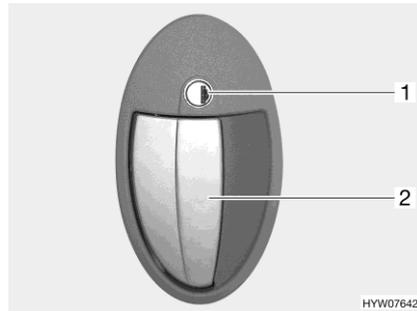

Bild 34 Tüschloss (Wohnraamtür außen)
- Schlüssel in Schließzylinder (Bild 34,1) stecken und im Uhrzeigersinn drehen, bis das Tüschloss entriegelt ist.
- Am Türgriff (Bild 34,2) ziehen. Die Tür ist geöffnet.
- Schlüssel in Schließzylinder (Bild 34,1) stecken und entgegen dem Uhrzeigersinn drehen, bis das Tüschloss verriegelt ist.